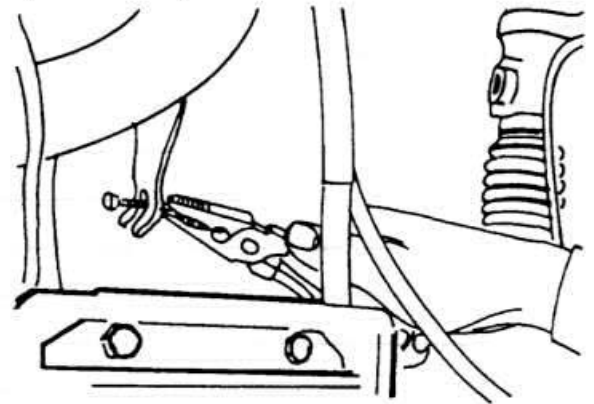

Рис. 3.2
- ◆ Отсоедините трос от выжимных вилок сцепления, натянув педаль вверх (рис. 3.2).